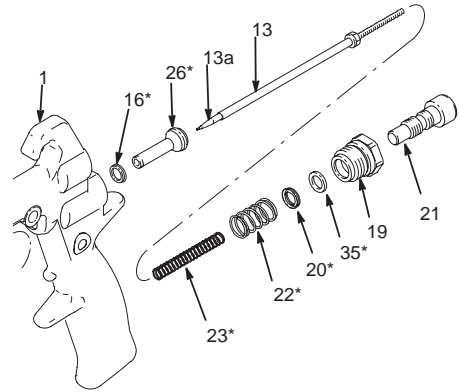
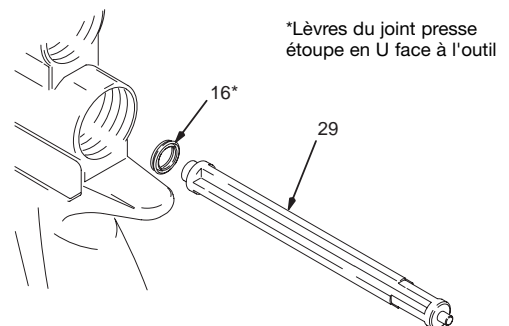
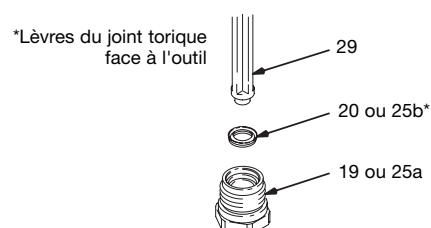

Fig. 26
Fig. 27
Fig. 28
4. Monter un par un les nouveaux joints toriques (25b) avec l'outil de montage de joints (29); les lèvres du joint presse étoupe en U(16) doivent faire face à l'outil comme illustré à la Figure 28.
1. Retirer l'écrou de la soupape de fluide (19), le ressort de la soupape d'air (22) et le guide étanchéité du pointeau (26). Jeter l'ensemble des pièces usagées. Voir Figure 26.
2. A l'aide d'un outil de démontage de joint, retirer le joint presse étoupe en U (16) du corps du pistolet.
3. Placer le nouveau joint presse étoupe en U (16) sur l'outil de montage de joints (29), avec les lèvres du joint face à l'outil comme illustré à la Figure 27.
4. Pousser le joint presse étoupe en U (16) dans l'arrière du pistolet jusqu'à ce qu'un engagement définitif soit ressenti.
5. A l'aide d'un outil de démontage de joint, retirer le joint torique(20) et l'entretoise (35) de l'écrou de la soupape de fluide (19). Eviter d'endommager la surface du joint de l'écrou ou le filetage de l'écrou.
6. Monter un joint torique (20) à l'aide de l'outil de montage de joints (29) avec les lèvres du joint face à l'outil comme illustré à la Figure 28. Ceci permettra d'appliquer une pression uniforme sur les lèvres sans les endommager.
7. Pousser le joint torique (20) et l'entretoise (35) dans l'écrou de la soupape de fluide (19) jusqu'à ce qu'un engagement définitif soit ressenti.